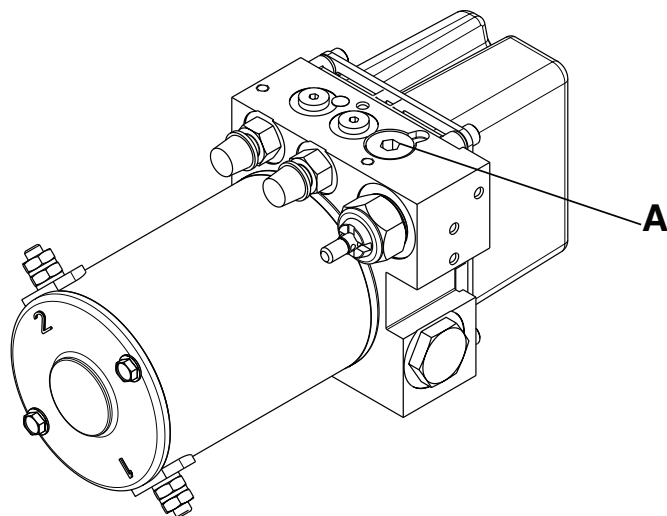

Figure 42 – Emplacement du bouchon hexagonal
4. À l'aide d'une clé à six pans de 1/4 po, retirer le bouchon hexagonal (A) du haut de l'ensemble du collecteur hydraulique (Figure 42). Conserver le bouchon hexagonal.